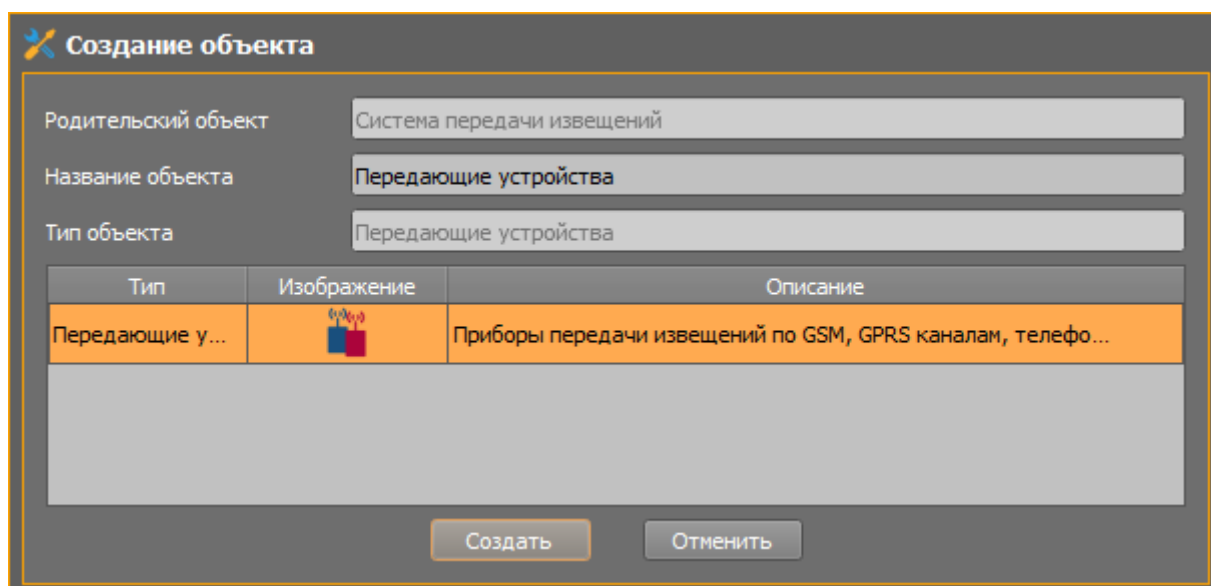

Рисунок 3-10. Добавление передающих устройств к системе передачи извещений
1. В созданном по умолчанию логическом элементе «Система передачи извещений» через контекстное меню создайте элемент: «Передающие устройства» (ПОО) (Рисунок 3-10).